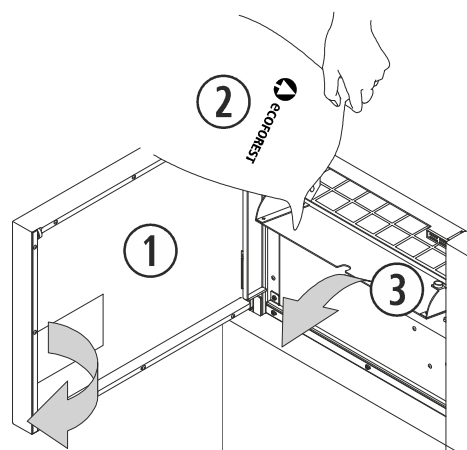

Figura 2
- 2.21. Para realizar la carga de combustible en la caldera, debemos abrir la tapa de la tolva y vaciar el saco de combustible con cuidado, para evitar que rebose el combustible. La carga de combustible en el modelo Super Insert se realizará por el frontal (figura 2).
①	Tapa de la tolva.
②	Combustible.